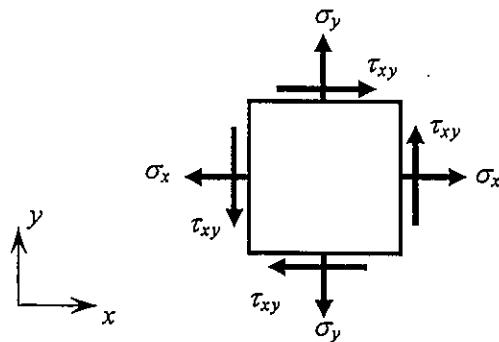

図 1-3
(3) 図 1-3 に示す平面応力状態について、下記(a)から(c)それぞれの場合で発生する主せん断応力とそれが発生する面を求めよ。